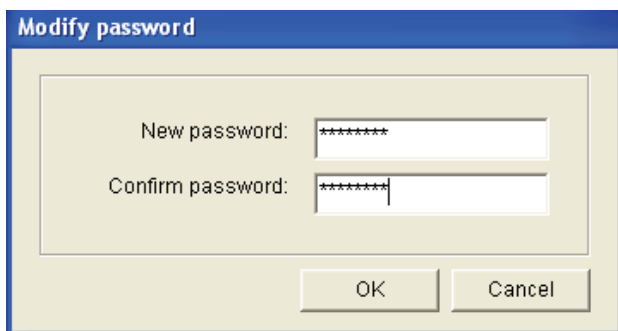

figura 8.22: Janela de alteração da palavra-passe
- 2 Digite a palavra-passe actual e clique em OK. A palavra-passe por defeito é 12345678. Aparecerá a janela que se segue (consulte a figura 8.22).